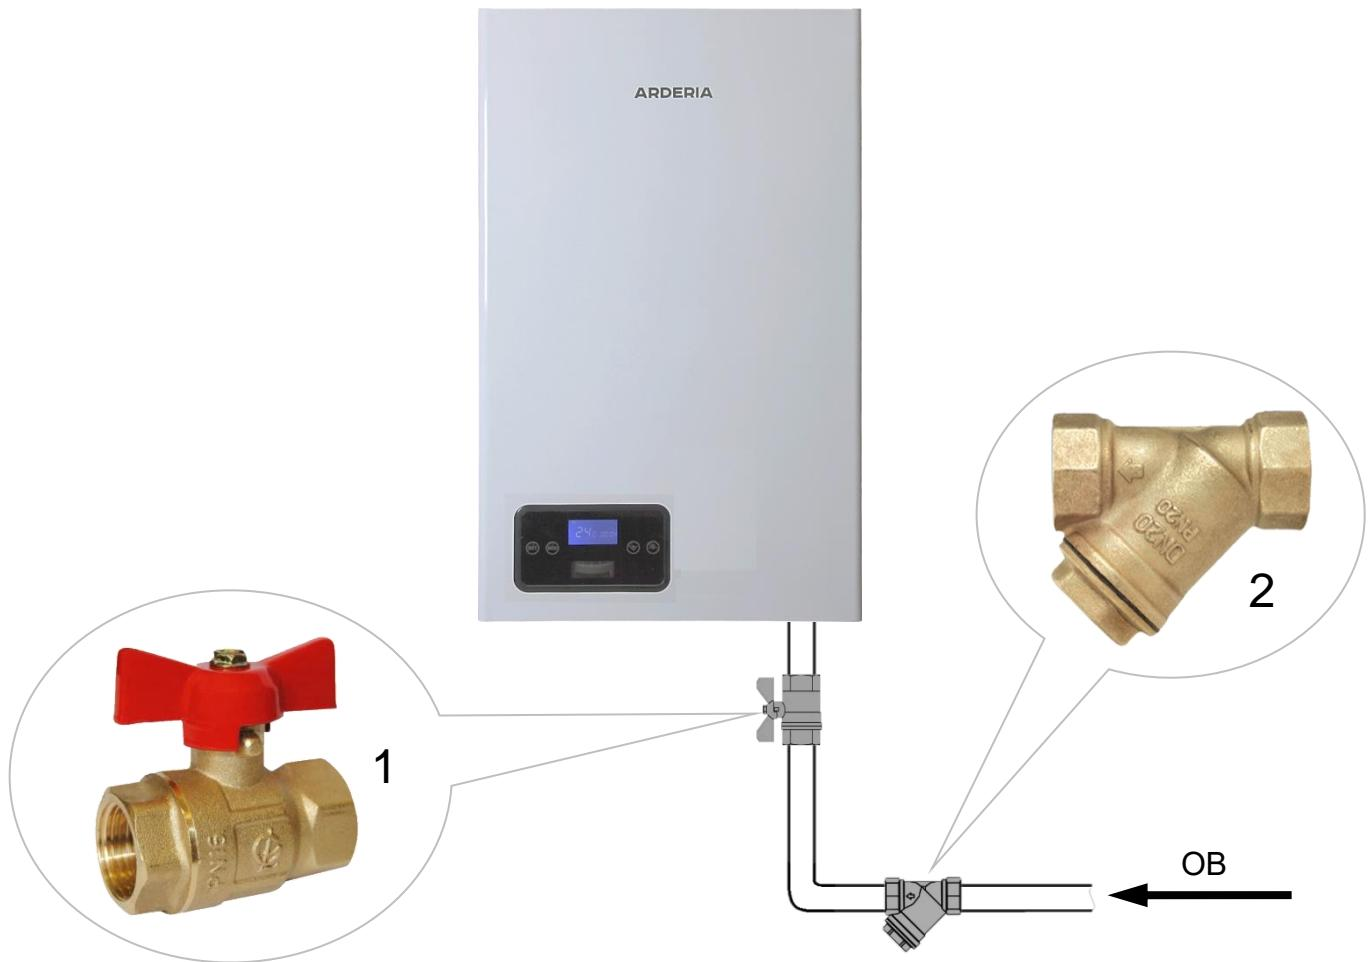

Рис. 16 Монтаж труб системы отопления
- Для осуществления ТО электрокотла, **рекомендуется** перед присоединительными патрубками котла установить (смонтировать) запорные краны, которые **должны** быть расположены так, чтобы их поворотные ручки были доступны (См. Рис. 16).
- **Настоятельно рекомендуется** на обратном трубопроводе СО, на входе ОВ в электрокотёл установить косой сетчатый фильтр для очистки ОВ от нежелательных примесей и отложений (См. Рис. 16). Рекомендуется устанавливать фильтр с сеткой (фильтрующим элементом), у которой размеры ячеек 300-500 микрон.